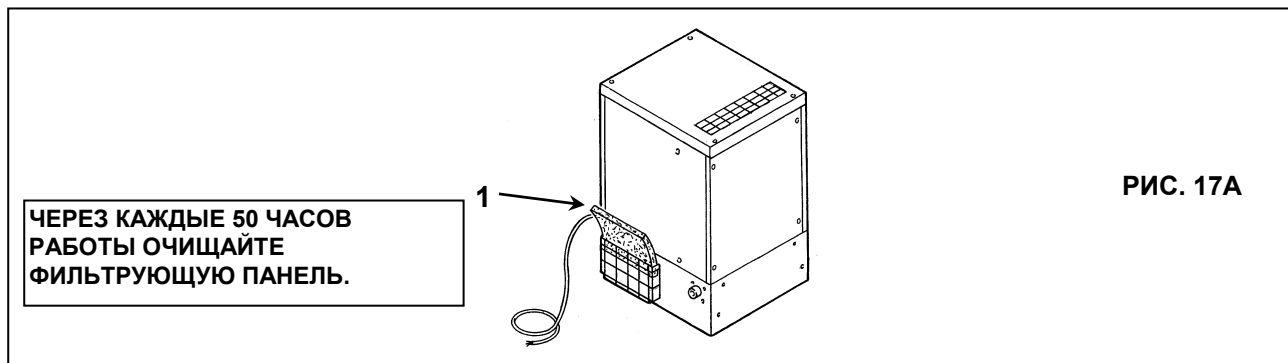

РИС. 17А
- Выключите установку, переведя разъемный выключатель, поз. 1, Рис. 17, в положение "OFF".
- Нажмите кнопочный выключатель поз. 2, Рис. 17 (при его наличии на осушителе).
- Снимите панель, поз. 5, Рис. 17, прилагаемым ключом.
- МЕДЛЕННО поверните краник, поз. 6, рис. 17, и дайте конденсату стечь.
- Проверьте уровень масла по указателю, поз. 7, Рис. 17.
- Выключите установку, переведя разъединитель, поз. 1, Рис. 17, в положение “OFF”.
- Нажмите кнопочный выключатель поз. 2, Рис. 17 (при его наличии на осушителе)
- Откройте переднюю защитную панель, поз. 5, Рис. 17, специальным ключом.
- Снимите защитное устройство (кожух машины), поз. 9, рис. 17
- Медленно отверните крышку маслозаливной горловины, поз. 8, Рис.17, убедившись, что внутри отсутствует давление.
- Добавьте масло того же типа, который залит в компрессор, до максимального уровня, поз. 7, Рис. 17.
- Закройте крышку масляного коллектора, поз. 8, Рис. 17.
- Закройте защитное устройство (крышку машины), поз. 9, Рис. 17, с помощью соответствующих предохранительных винтов.
- Закройте переднюю панель, поз. 5, Рис. 17.
- Очистите фильтрующую панель поз. 1 рис. 17А струей воздуха и промойте ее водой, **не используя моющие средства.**